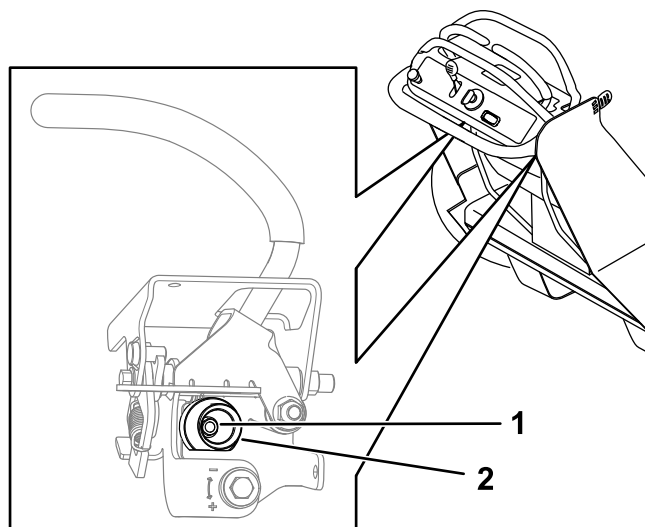

Figura 61
5. Desaperte a porca que prende o excêntrico da alavanca de controlo de movimento que está a ajustar (Figura 61).
6. Ajuste o excêntrico até ficar alinhado com a outra alavanca de controlo de movimento e aperte a porca do excêntrico (Figura 61).